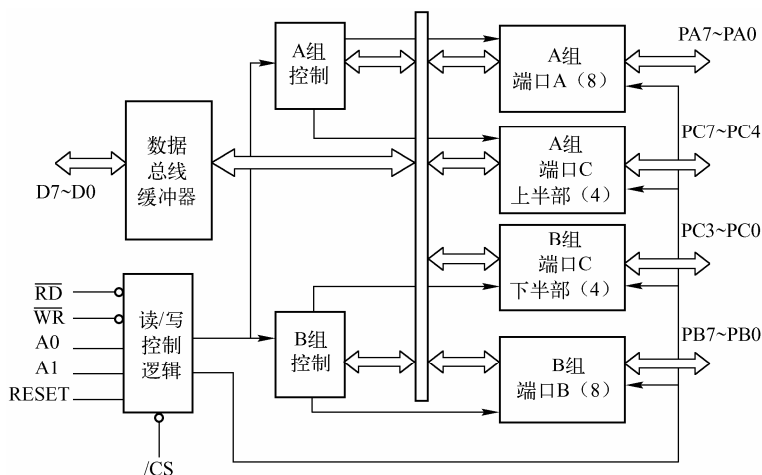

图 6.2 8255A 内部结构图
(1) 8255A 的结构。8255A 内部结构如图 6.2 所示, 其中包括 3 个 8 位并行数据 I/O 端口, 两个工作方式控制电路, 一个读/写控制逻辑电路和一个 8 位数据总线缓冲器。各部分功能介绍如下: